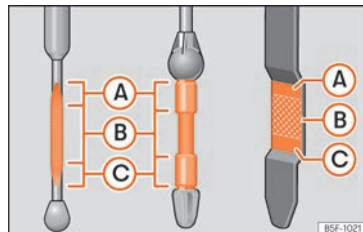

Fig. 282 Varilla de medición del nivel de aceite.
Si el nivel de aceite se encuentra por encima de la zona »»» fig. 282 (A), no arranque el motor. Puede causar daños en el motor y en el catalizador. Informe al servicio técnico.
Si el nivel de aceite se encuentra por encima de la zona »»» fig. 282 (A), no arranque el motor. Puede causar daños en el motor y en el catalizador. Informe a un taller especializado.
El nivel de aceite no deberá estar en ningún caso por encima de la zona »»» fig. 282 (A). De ser así, podría aspirarse aceite por el respiradero del cárter del cigüeñal y llegar a la atmósfera a través del sistema de escape.